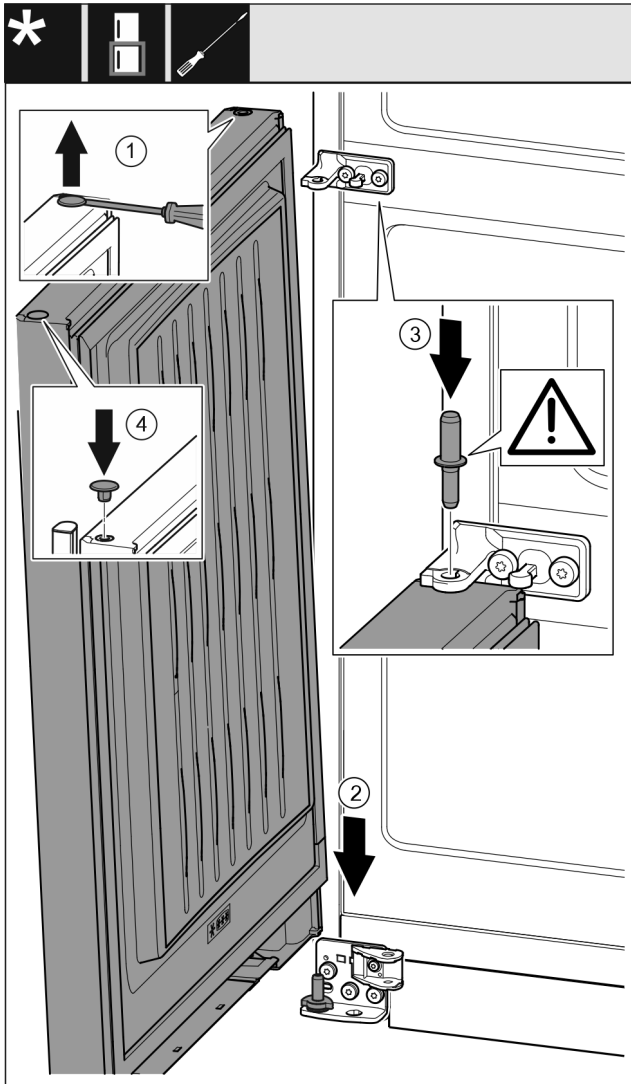

Fig. 41
- ▶ Paceliet uzmanīgi ar plakano skrūvgriezi un izvelciet ārā aizbāzni. Fig. 41 (1)
- ▶ Uzlieciet durvis no augšas uz apakšējās gultņa tapas. Fig. 41 (2)
- ▶ Ievietojiet vidējo gultņa tapu vidējā gultņa balstā apakšējās durvīs. Uzmaniet, lai aiztura izcilnis būtu vērsts virzienā uz aizmuguri. Fig. 41 (3)
- ▶ Ievietojiet atpakaļ aizbāzni otrā durvju pusē. Fig. 41 (4)